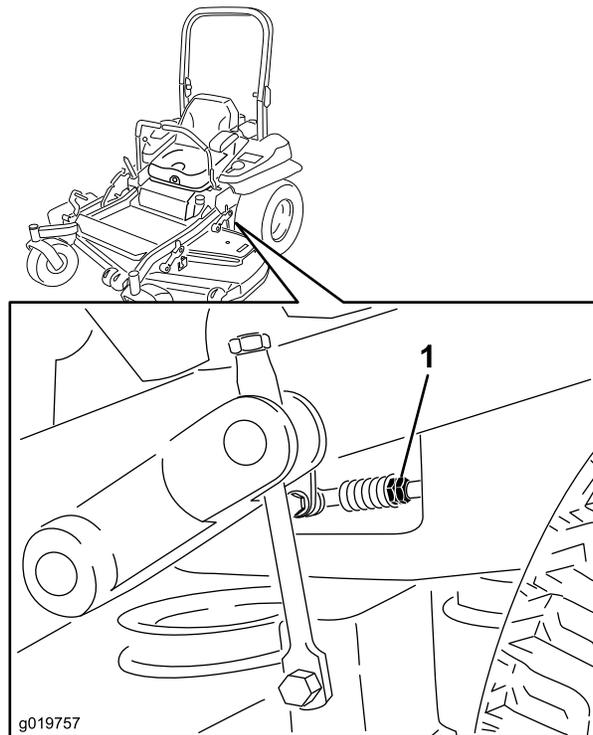

Figura 85
- Ponga las palancas de control de movimiento en la posición de punto muerto. Ajuste la longitud de las varillas de control de las bombas girando las tuercas dobles de la varilla en el sentido apropiado, hasta que las ruedas se muevan ligeramente en marcha atrás (Figura 85). Mueva las palancas de control de movimiento a la posición de marcha atrás y, aplicando una ligera presión a la palanca, deje que los muelles de marcha atrás devuelvan las palancas a punto muerto. Las ruedas deben dejar de girar o moverse muy lentamente en marcha atrás.